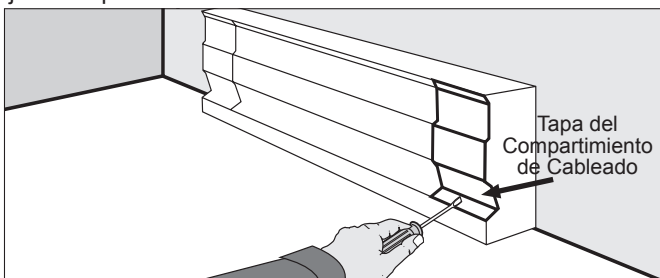

Figura 2
2. Retire la tapa del compartimento de cableado quitando el tornillo (Consulte la Figura 2). Dicho compartimento es una caja de conexiones aprobada sólo para el zócalo. No se requiere una caja de empalmes adicional.